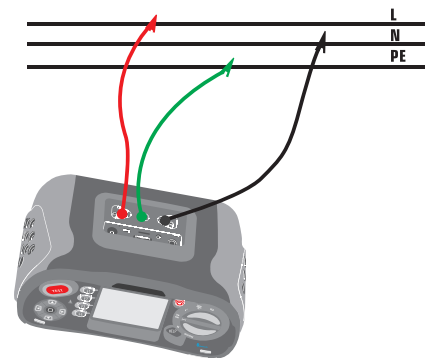

Figura 12 Cabezas de prueba de impedancia de línea N
- 3- Conecte los cables de prueba como se muestra en la Figura 12